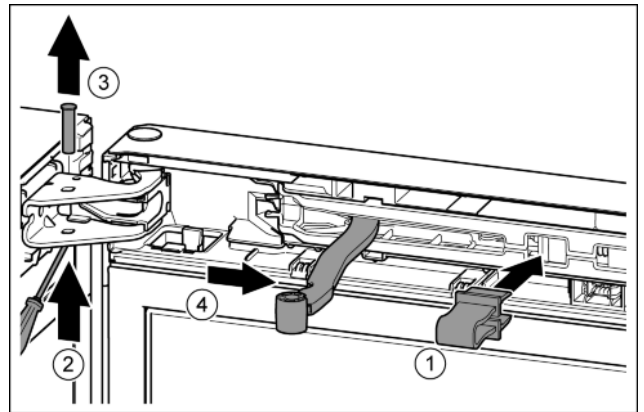

Fig. 9
- Zakvačite osigurač u otvor. Fig. 9 (1)
- Odvijačem odvijte svornjake. Fig. 9 (2)
- Skinite svornjake prema gore. Fig. 9 (3)
- Okrenite zglob u smjeru vrata. Fig. 9 (4)